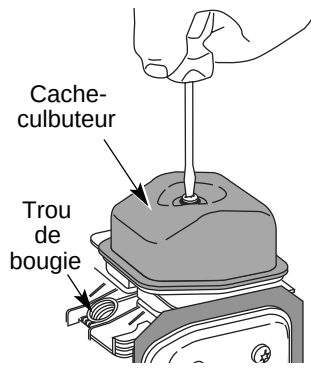

Fig. 37
- ✕ Le piston est au sommet de sa course lorsqu'on regarde par le trou de la bougie (Fig. 37)